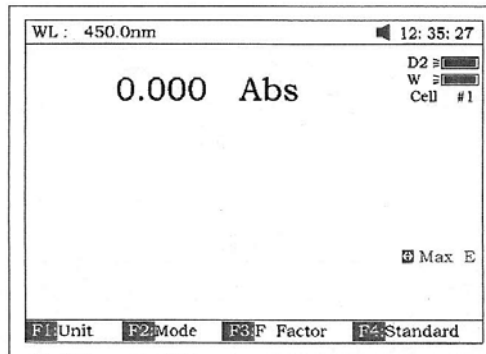

Fig 12
- Presione [ENTER] para cambiar la longitud de onda de 656.1 nm a 450.0 nm y haga el blanco; luego del blanco, la pantalla despliega lo que aparece en la Fig 12.